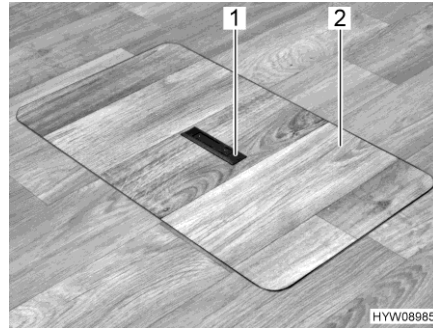
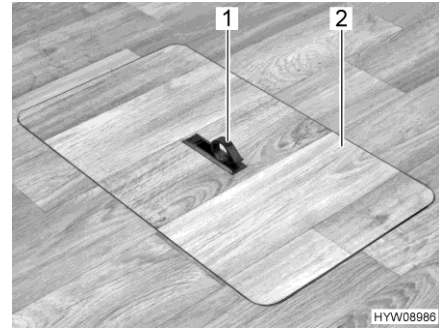

Fig. 76 Cubierta del compartimento de almacenamiento en el piso (tirador hundido)
Fig. 77 Cubierta del compartimento de almacenamiento en el piso (tirador girado hacia fuera)
- Presionar hacia abajo un lado de la placa de agarre (Fig. 76,1). El tirador (Fig. 77,1) girará hacia arriba.
- Retirar la cubierta (Fig. 77,2) hacia arriba.
- Insertar la cubierta (Fig. 77,2) en el marco en el piso.